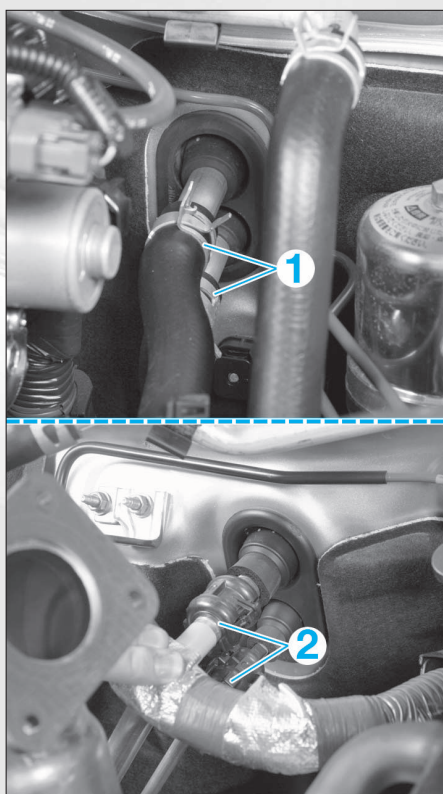

FIG. 11
- Débrancher les durits (1) de radiateur de chauffage et les canalisations (2) de l'évaporateur (**fig. 11**).